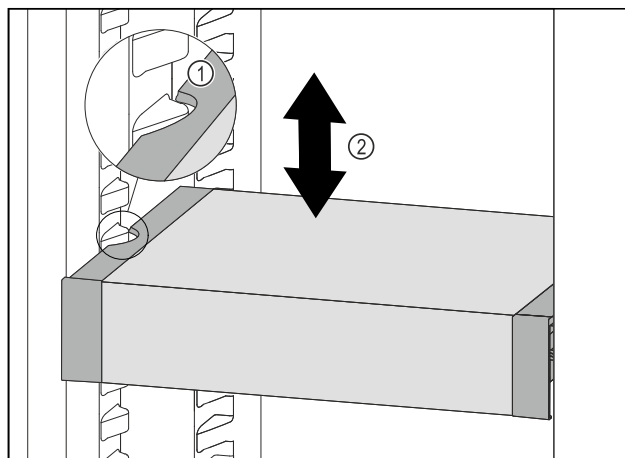

Fig. 217
- Tërhiqni VarioSafe për nga përpara, derisa foletë anësore të VarioSafe të jenë në lartësinë e brinjëve të kutisë në pjesën e ftohjes. Fig. 217 (1)
- Lëvizni VarioSafe për lart ose për poshtë në pjesën e ftohjes, derisa të arrihet lartësia që dëshironi. *Fig. 217 (2)*